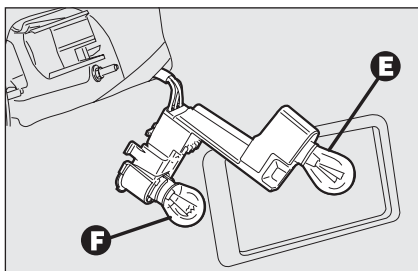

fig. 39
- rimuovere e sostituire la lampada interessata spingendola leggermente e ruotandola in senso antiorario **fig. 39**: